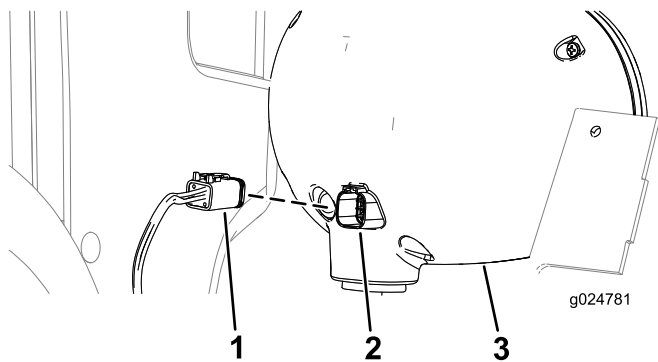

Figure 33
4. Branchez le connecteur à 6 douilles du faisceau au connecteur à 6 broches du phare droit (Figure 33).